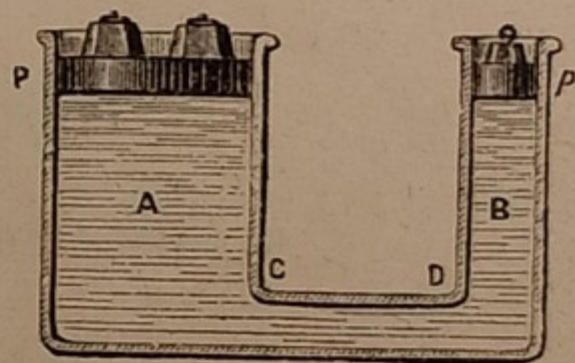

Fig. 34.
**30. Il torchio idraulico.** — Se il recipiente sarà formato da due tubi A, B, in comunicazione fra loro (fig. 34), tali che, ad esempio, il tubo A abbia sezione dieci volte maggiore di quella del tubo B, il